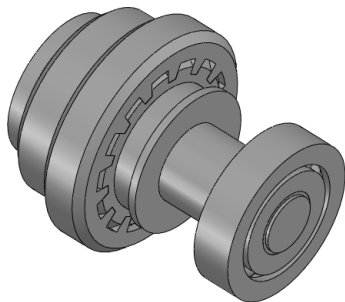

图 6-74 需装配的齿式离合器
(3) 试使用本书提供的素材文件装配如图 6-74 所示的齿式离合器